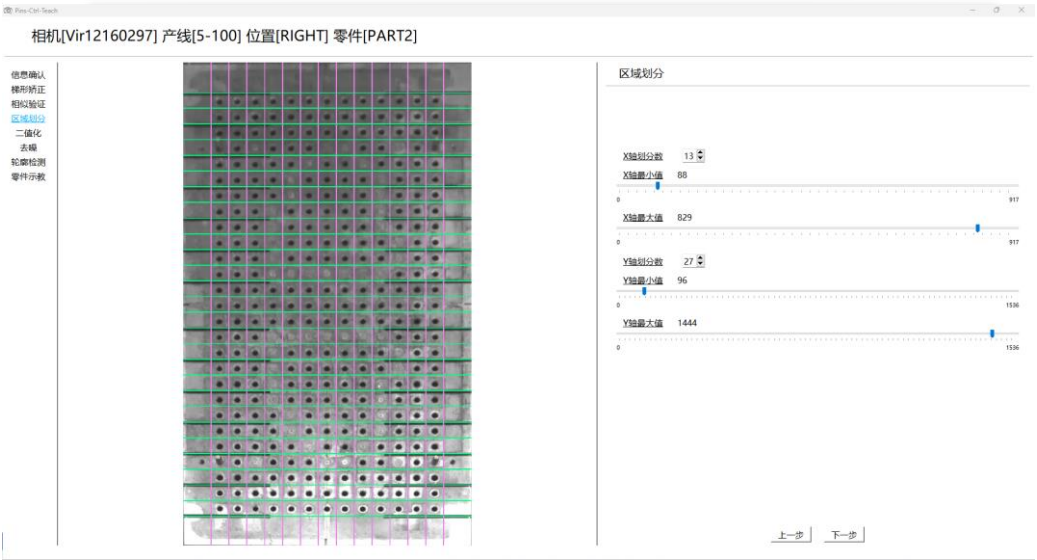

图 2.8.4 区域划分正界面
c) 区域划分：区域划分正界面如图 2.8.4 所示。设置顶棒排布的行列数。分别滑动滑块，将图片中每个顶棒孔及顶棒位置限制在小方块的中心区域。点击“下一步”按钮。